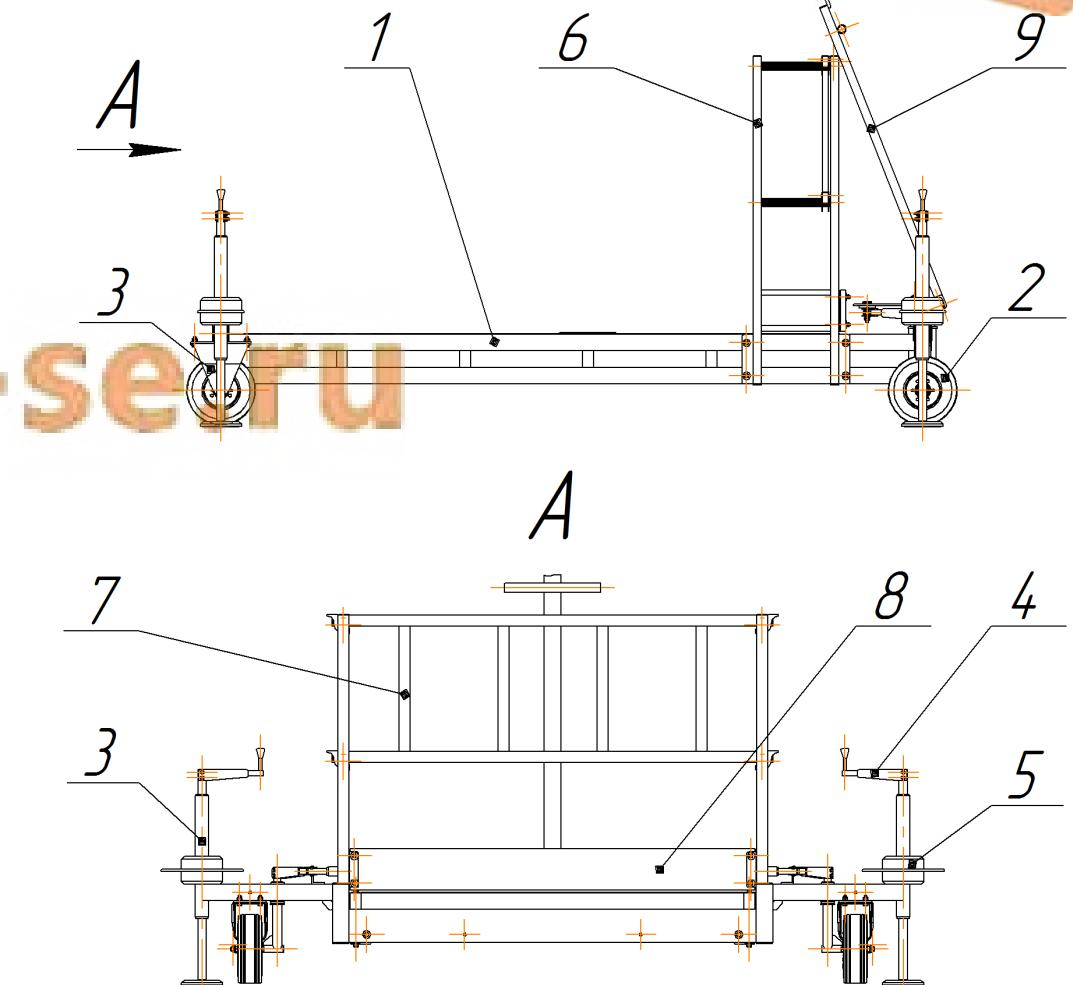

Рис. 1
- 5.1. Соединить ферму несущую 1, мост передний 2 и мост задний 3. Рис. 1.
- 5.2. При необходимости, демонтировать ручки домкратов 4 и установить грузы 5. Установить ручки домкратов 4. Рис. 1.
- 5.3. Установить нижние боковые ограждения 6. Рис. 1.
- 5.4. Установить переднее нижнее ограждение 7. Рис. 1.
- 5.5. Установить борт 8. Рис. 1.
- 5.6. Установить дышло 9. Для удобства, при дальнейшей сборке, дышло 9 опереть на переднее нижнее ограждение 7 и закрепить при помощи троса и карабинов. Рис.1.
- 6.1. Транспортирование площадки допускается любым видом транспорта с предохранением её от перемещения в транспортных средствах. Крепление к транспортному средству осуществляется посредством дышла 9. Рис. 1.